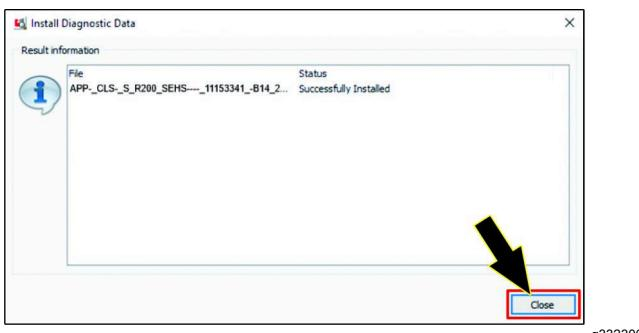

Figura 52
- En el cuadro de diálogo RESULT INFORMATION (Información de resultados), haga clic en el icono CLOSE (Cerrar) (Figura 52).